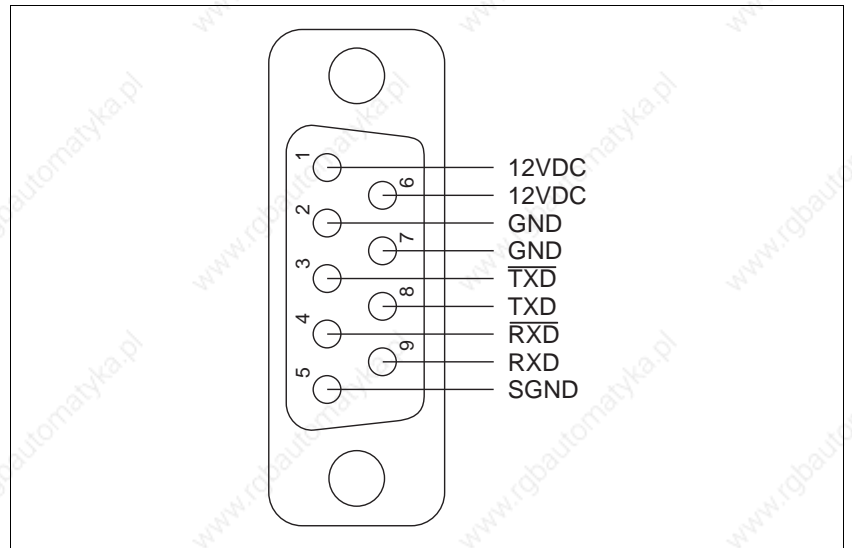

Bild 2-15 Anschluß
1. Litzen gemäß Bild 2-15 auf Stecker verlöten.